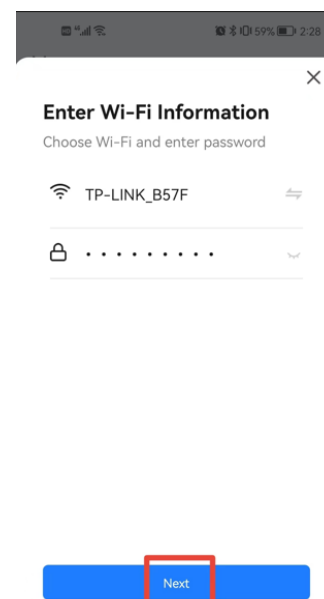

FIGURA 6
4. Accedere all'interfaccia delle informazioni WIFI, inserire la password e fare clic su “Next” per continuare l'operazione, come mostrato nella figura 6.